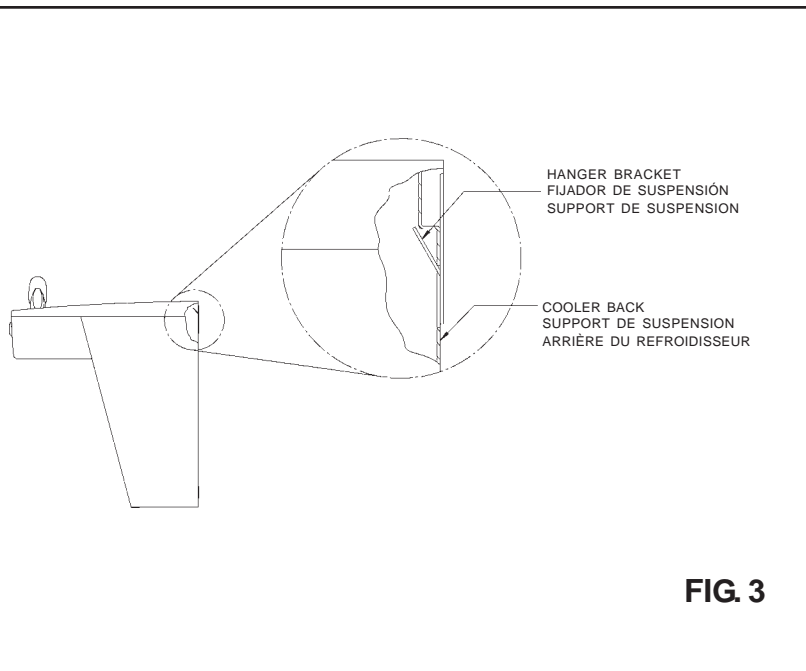

FIG. 3
- 4) Hang the cooler on the hanger bracket. Be certain the hanger bracket is engaged properly in the slots on the cooler back as shown in Fig. 3.
- 5) Loosen the two (2) screws holding the lower front panel at the bottom of cooler base and two (2) screws at the top. Remove the front panel and set aside.
- 4) Installez le refroidisseur sur les supports en vous assurant que ceux-ci sont bien installés dans les fentes à l'arrière du refroidisseur tel qu'indiqué à la figure 3.
- 5) Dégagez les deux (2) vis retenant le panneau inférieur avant au bas de la base du refroidisseur ainsi que deux (2) vis sur le dessus. Retirez le panneau avant et mettez-le de côté.